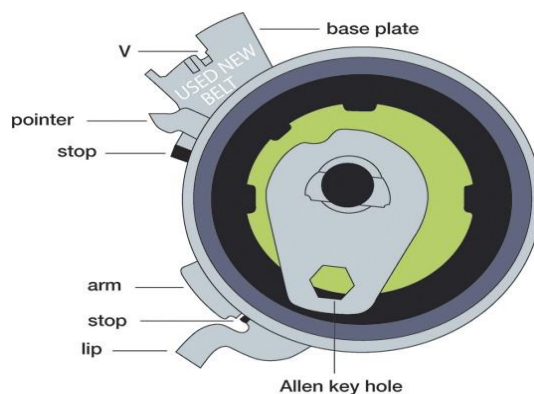

Рис. 1
6. Установите новый натяжитель, затяните болт от руки. Упорный выступ (lip) натяжителя **должен** входить в паз на корпусе масляного насоса. (Язычок (pointer) натяжителя должен располагаться позади шкива водяной помпы.) Отверстие под шестигранный ключ (Allen key hole) **должно** располагаться «на +/- 7 часов», как показано на рис. 1.